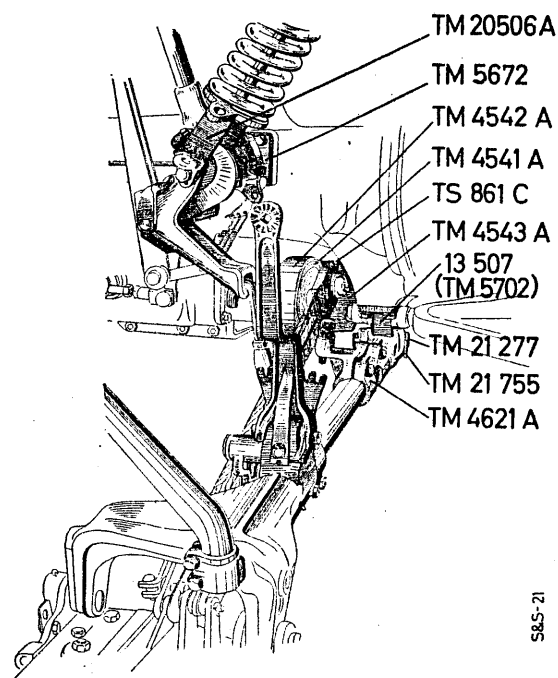

Abb. 2
5. Die **kpl. montierte vordere Abstützung** wird am Lagerkopf TM 4621 A durch den Lagerbolzen TM 21 277 mit dem Befestigungsbock 13 507 (siehe Deutz-Ersatzteilliste) (TM 5702) verbunden und durch den Klappsplint TM 21 755 gesichert. (Abb. 2)